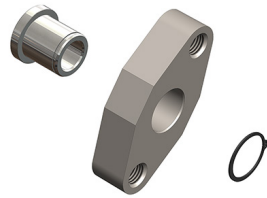

fig. 4
- Sätt fast centreringshylsorna i mothålls- och fixeringssocket. Lås med medföljande spåringar, se fig. 4. och fig. 5.
1. Attach the centering sleeves to the counterhold and fixing yoke. Lock with included circlips, see fig. 4 and fig. 5.